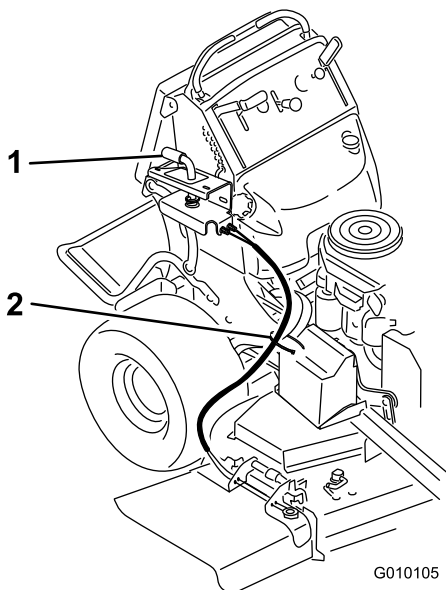

Figura 4
2. Sujete los cables a la máquina con un sujetacables de plástico (Figura 4). Asegúrese de que los cables no pueden tocar el neumático trasero.